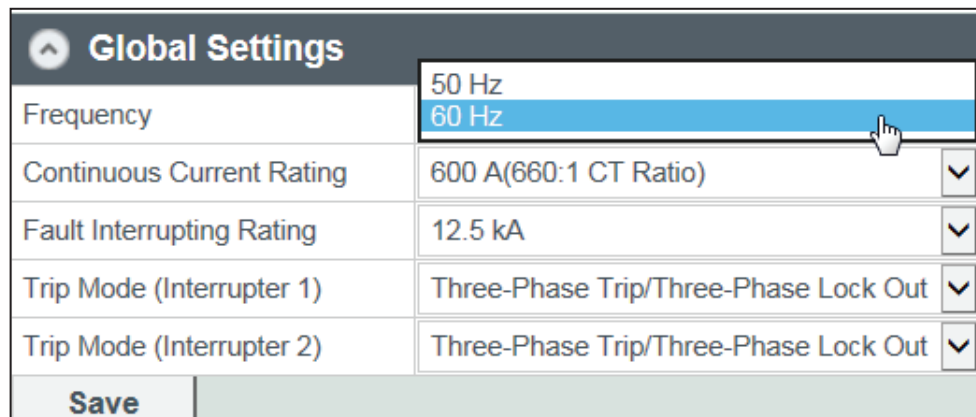

Figura 17. Seleccionar la frecuencia nominal desde el menú Global Settings.
PASO 1. Desde el menú **Global Settings (Ajustes Globales)**, seleccione el ajuste de la frecuencia para coincidir con la frecuencia de operación del sistema. Vea la Figura 17.